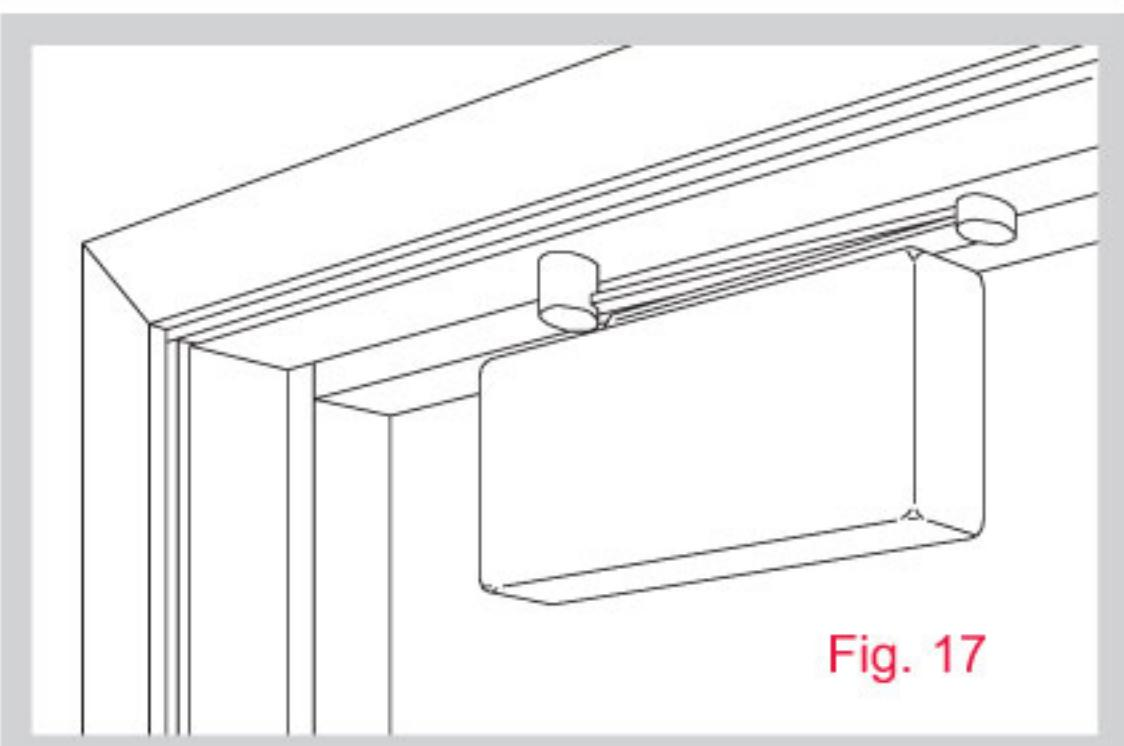

Fig. 17
- 3 Taladre y aterrage a través del marco y el refuerzo para la conexión de los herrajes. (Fig 17)